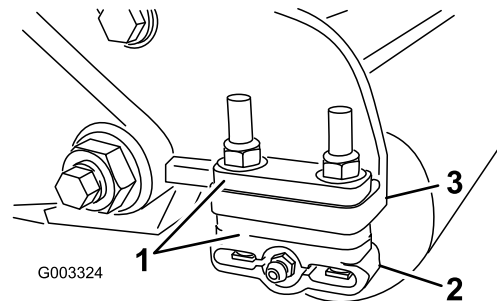

Bild 12
1. Stellen Sie die Halterungen (Bild 12) der Heckrolle auf den gewünschten Schnitthöhenbereich ein; legen Sie die benötigte Anzahl von Distanzstücken unter den Montageflansch der Seitenplatte (Bild 12), siehe Auswahltabellen für Schnitthöhe und Untermesser (Seite 13).